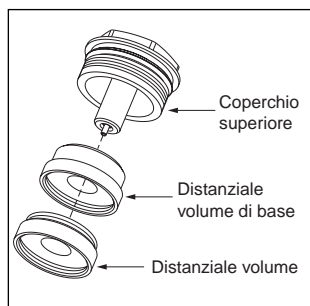

Fig. 6
4. Per aggiungere distanziali, incastrare un distanziale nel fondo del distanziale di base (Fig. 6)